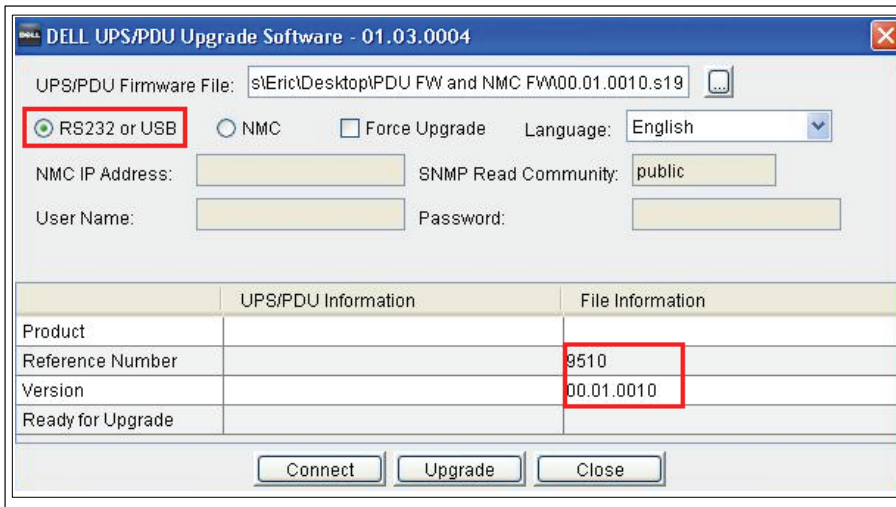

図28. RS-232設定の選択
- 6 Openをクリックします。File Information欄にアップグレードファイルの参照とバージョン番号が表示されます(図28参照)。
7 このアップグレードのPC COMポートを使用するRS232またはUSBを選択します(図28参照)。